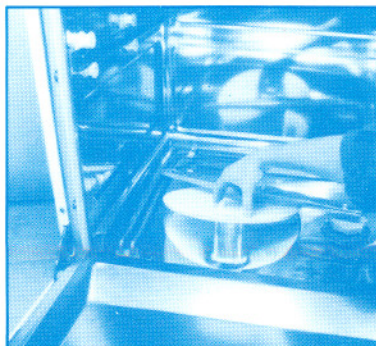

Fig.23
- B) Ôter la grille arrondie en la dévissant dans le sens contraire des aiguilles d'une montre, et la soulever (fig. 23).